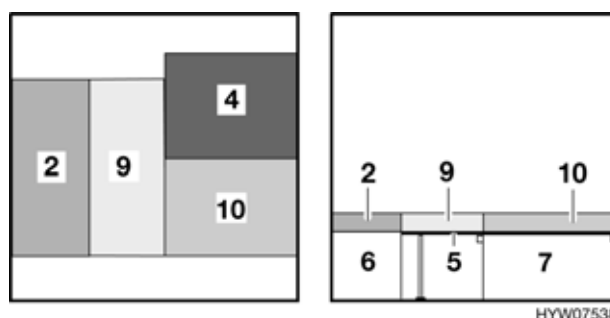

Fig. 95 Dopo la trasformazione
- Posizionare il cuscino aggiuntivo con la tavola di rinforzo (Fig. 95,9) fra il cuscino della panca centrale (Fig. 95,4) e il cuscino del divano (Fig. 95,2).
- Posizionare il cuscino aggiuntivo (Fig. 95,10) sul tavolo sospeso (Fig. 95,5).